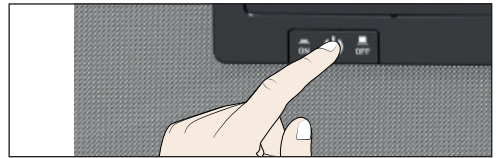

Abb. 32 VOcool ausschalten
3. VOcool am Hauptschalter ausschalten (Abb. 32).